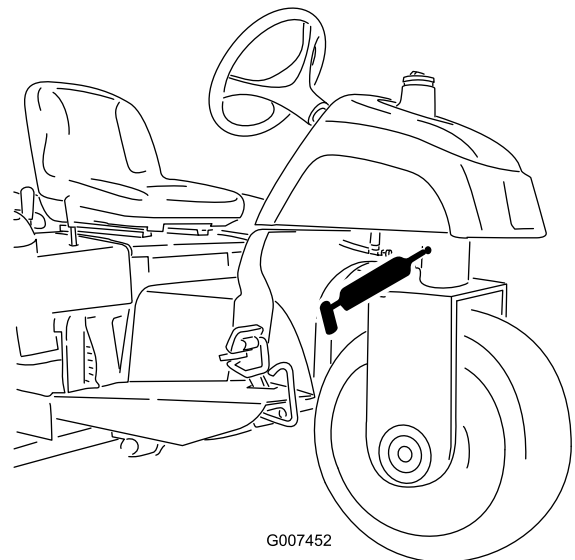

Figura 25
- Articulação da direcção (Figura 25)
Nota: O bocal de embeber na articulação da direcção (Figura 25) necessita de um adaptador de bocal de pistola de pulverização. Encomende a peça nº 107-1998 da Toro ao seu distribuidor autorizado Toro.